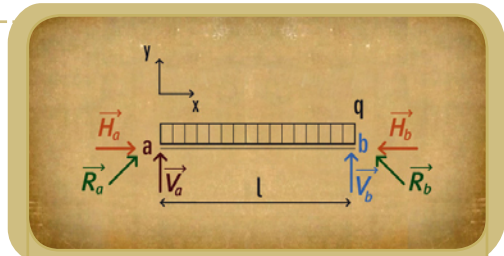

Figura 17. Diagrama de sólido libre
a. Dibujamos el diagrama de sólido libre (figura 17)